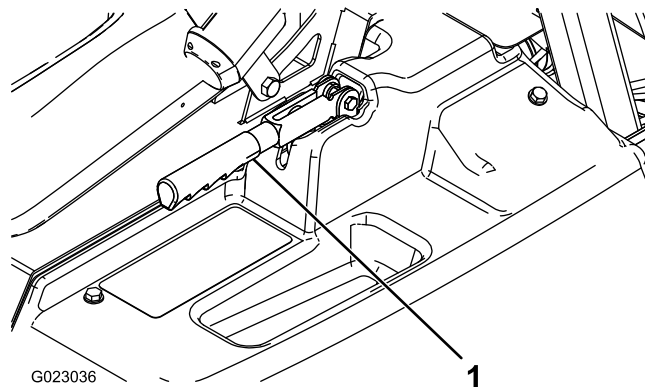

Figure 51
2. Desserrez la vis de fixation du pommeau sur le levier du frein de stationnement (Figure 51).